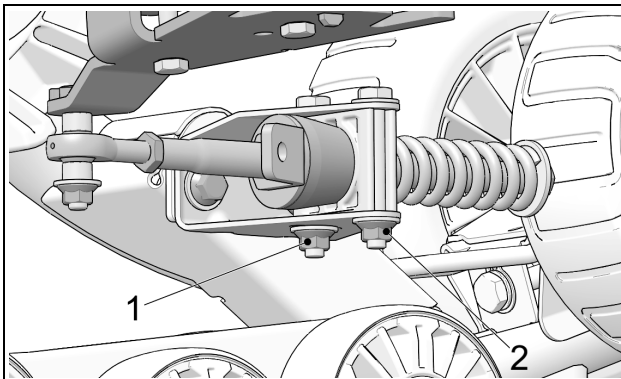

Figure 8
- Resserrer les écrous (1) et (2) de l'ancrage antirotation à 50 N•m [37 lb•pi]. Figure 8.